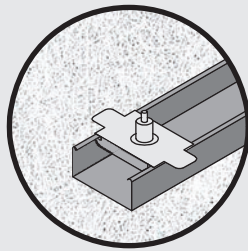
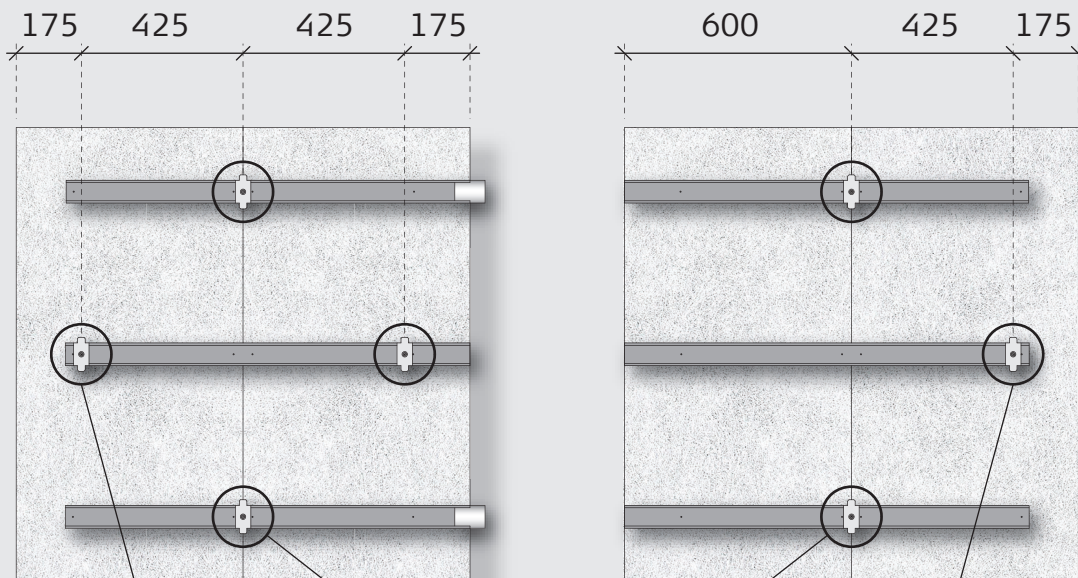
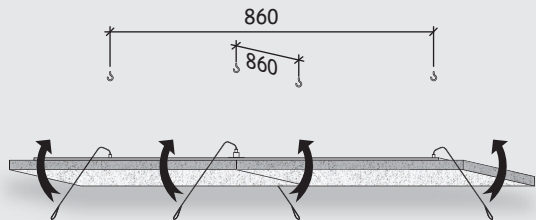
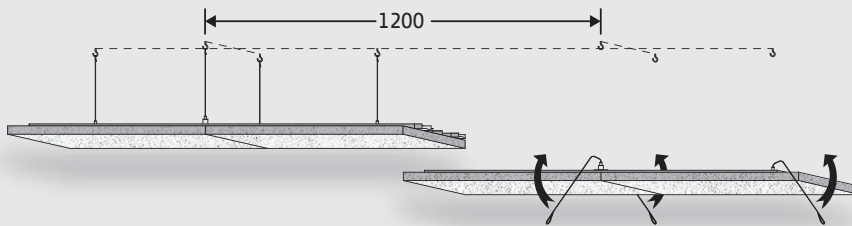

ABB. 10
ABB. 12
ABB. 18
ABB. 22
Die Aufhängungen werden wie im Diagramm unten auf der folgenden Seite gezeigt verteilt (Abb. 12).
**9:** Es ist sicherzustellen, dass die Positionierung der Drahtseilaufhängungen korrekt ist (Abb. 12).
**12:** Heben Sie die Hälfte des Deckensegels mit 4 montierten Aufhängungen (Teil **A** in Abb. 12) an und befestigen Sie die Drahtseile an den Haken an der Unterlage (Abb. 18 und 19).
**13:** Wiederholen Sie nun Schritt **12** mit der Hälfte des Deckensegels (Teil **B** in Abb. 12), das drei Aufhängungen hat (Abb. 22). Achten Sie darauf, die Plattenkanten nicht zu beschädigen. Passen Sie evtl. die Länge des Drahtseils durch Drücken der Oberseite der Aufhängung an (Abb. 10 und 20).